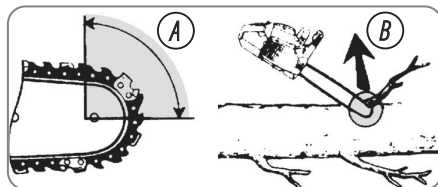

Abb. 1
- Rückschläge können auftreten, wenn die Nase oder Spitze der Führungsschiene ein Objekt berührt oder wenn das Holz sich schließt und die Sägekette im Schnitt einklemmt (vgl. Bild 1/Fig. B).
- Bei Kontakt mit der Spitze kann es in einigen Fällen zu einer plötzlichen Rückwärtsreaktion kommen, bei der die Führungsschiene nach oben und zurück zum Bediener geschleudert wird (vgl. Bild 1/Fig. A).